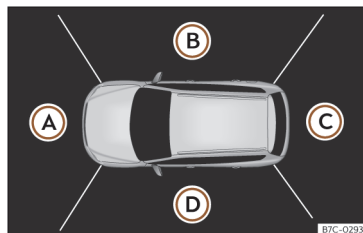

Fig. 139 Affichage du système de vision périphérique : perspective aérienne.
Il est possible de choisir entre quatre vues différentes >>> **fig. 139**:
La perspective aérienne est obtenue en combinant les images de toutes les caméras >>> **fig. 139**. Elle peut être sélectionnée en appuyant sur le véhicule à l'intérieur de la zone.
En cliquant sur les différentes zones >>> **fig. 139** (A) à (D) de la perspective aérienne ou de la perspective aérienne réduite, vous pouvez sélectionner et fixer la vue correspondante, qui sera surlignée en orange.
La perspective aérienne >>> **fig. 139** s'affiche sur l'écran du système d'infodivertissement. Si vous appuyez sur la touche en circulant à plus de 15 km/h (9 mph), l'image ne sera pas affichée.